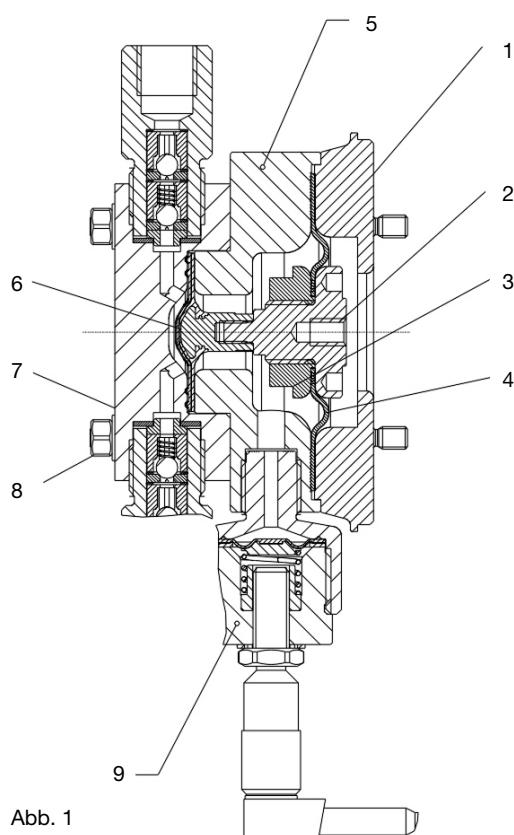

Abb. 1
Die Fördereinheit der EXBa mit Membranbruchsignalisierung hat statt nur einer Arbeitsmembrane eine Zusatzmembrane, bestehend aus der Arbeitsmembrane und einer zusätzlicher Sicherheitsmembrane, und ist mit einem Membranbruchsensor ausgerüstet (s. Abb. 1).
- Vormontierte PTFE -Sicherheitsmembrane, bestehend aus Pos. 2,3,4 (siehe Abb. 1), auf Gewindestift bis zum Anschlag aufschrauben. Dabei wird die Antriebsbuchse gegen Verdrehen mit einem Metallstift gesichert und die Zwischenbuchse (3) mit Gabelschlüssel SW24 mit einem Drehmoment von 4,5 - 5 Nm angezogen.
- Zwischenscheibe (5) auf die Kopfscheibe setzen.
- Arbeitsmembrane (6) mit beiden Händen Handfest anziehen.
- Buchse im Federgehäuse so verdrehen (Membrane darf sich hierbei nicht lösen), bis die Bohrungen der PTFE- Sicherheitsmembrane (4) mit denen im Federgehäuse und der Kopfscheibe übereinstimmen.
- Dosierkopf vormontieren (Kopfschrauben noch nicht festziehen). Der Sauganschluss des Dosierkopfes (7) muss senkrecht nach unten zeigen. Bohrung der Zwischenscheibe (5) für den Membranbruchsensor (9) muss nach unten rechts zeigen.
- Membranbruchsensor (9) zusammen mit der PTFE - Dichtungsscheibe montieren: handfest richtig festziehen.